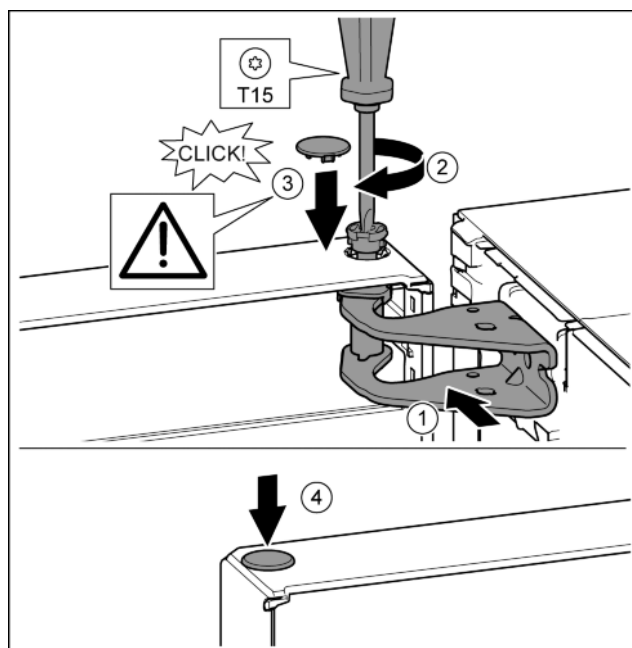

Fig. 17
- Wyrównać drzwi u góry względem otworu w płycie zawiasu. Fig. 17 (1)
- Założyć sworzeń i dokręcić śrubokrętem T15. Fig. 17 (2)
- Zamontować osłonę bezpieczeństwa w celu zabezpieczenia drzwi: Włożyć osłonę zabezpieczającą i sprawdzić, czy przylega ona do drzwi. Ponadto założyć cały sworzeń. Fig. 17 (3)
- Założyć zatyczkę. Fig. 17 (4)